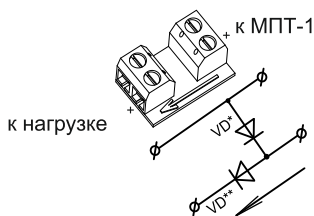

Рисунок 5
5.19 Для обеспечения контроля целостности выходных цепей в разрыв выходной цепи непосредственно к нагрузке должны быть подключены диоды или устройство подключения нагрузки (далее – УПН) (Рисунок 5).
5.20 Устройство подключения нагрузки состоит из аналогичных диодов, установленных на плату с клеммными колодками (Рисунок 5).